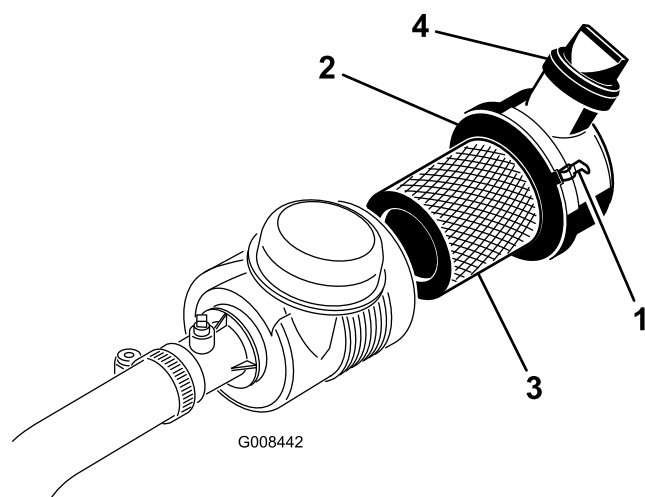

Figura 33
1. Abra los enganches que sujetan la tapa del limpiador de aire a la carcasa del limpiador de aire (Figura 33).
7. Asegúrese de que los cierres fijan la tapa a la carcasa (Figura 33).